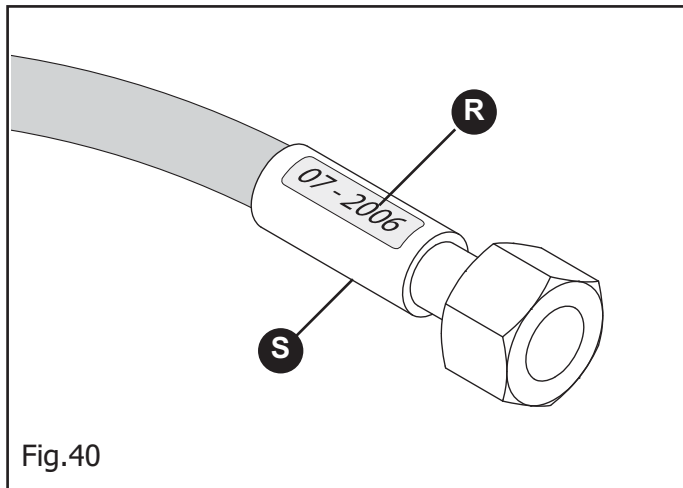

Fig.40
- In Fig.40 (R) è riportato un esempio sull'anno di produzione dei tubi oleodinamici.
- perdite in prossimità dell'armatura del tubo (S, Fig.40);
- corrosione dell'armatura (S, Fig.40);
- superati i 5 anni dalla produzione (R, Fig.40).